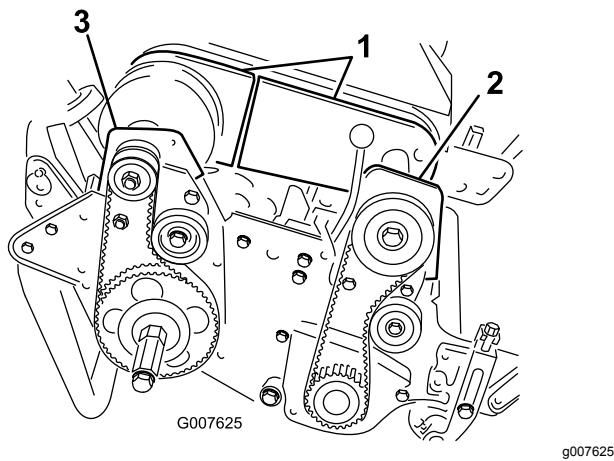

図 43
4. デファレンシャルカバー前半分と後半分のボルトを取り、カバーを外してベルトが見えるようにする 図 43。
6. 前クラッチハウジングをサイドプレートに固定しているボルト 2 本を外す 図 43。
8. 右後ベアリングハウジングをサイドプレートに固定しているボルト 2 本とロックナット 2 個を外す 図 43。